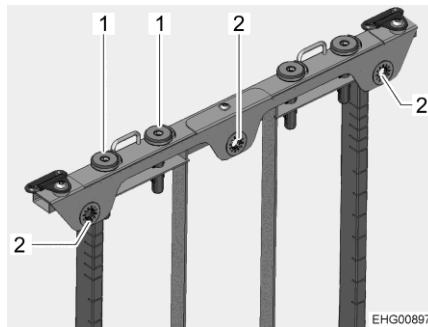

Bild 12 Inställning av nackstöd
- Dra dynan i skulderområdet kraftigt framåt för att frigöra dynan från de tre klämmorna (Bild 12,2).
- Dra nackstödet uppåt eller tryck bakåt tills det fastnar i rätt spärrläge i styrhysorna (Bild 12,1).